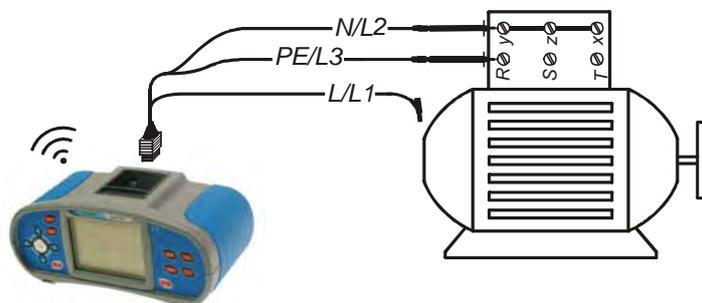

Abb. 5.8: Anschluss des Universalprüfkabels
- ❑ Schließen Sie die Prüflleitungen an die zu prüfende Anlage an (siehe *Abb. 5.8*).